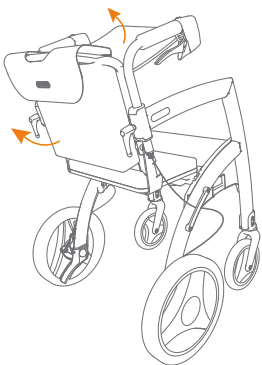
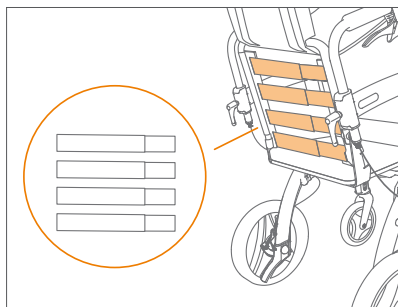

Figura 50: Cinghie di regolazione trasparenti.
Figura 51: Quattro cinghie di regolazione regolabili.
- b. Pull up the bag of the wheelchair package and the backrest cover from the bottom (**Figura 50**). The adjustment straps are now clearly visible (**Figura 51**).